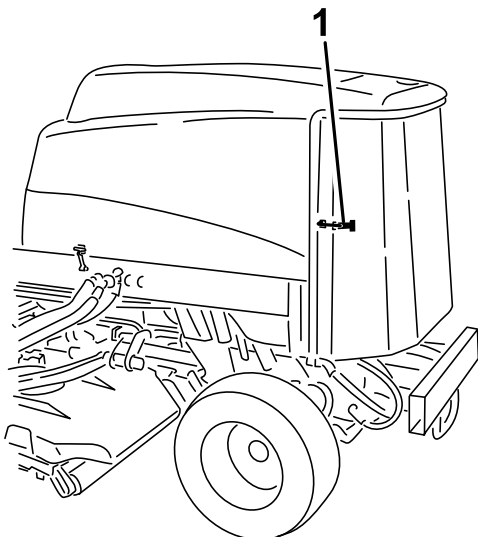

Figura 91
1. Desenganche y abra la rejilla trasera (Figura 91).